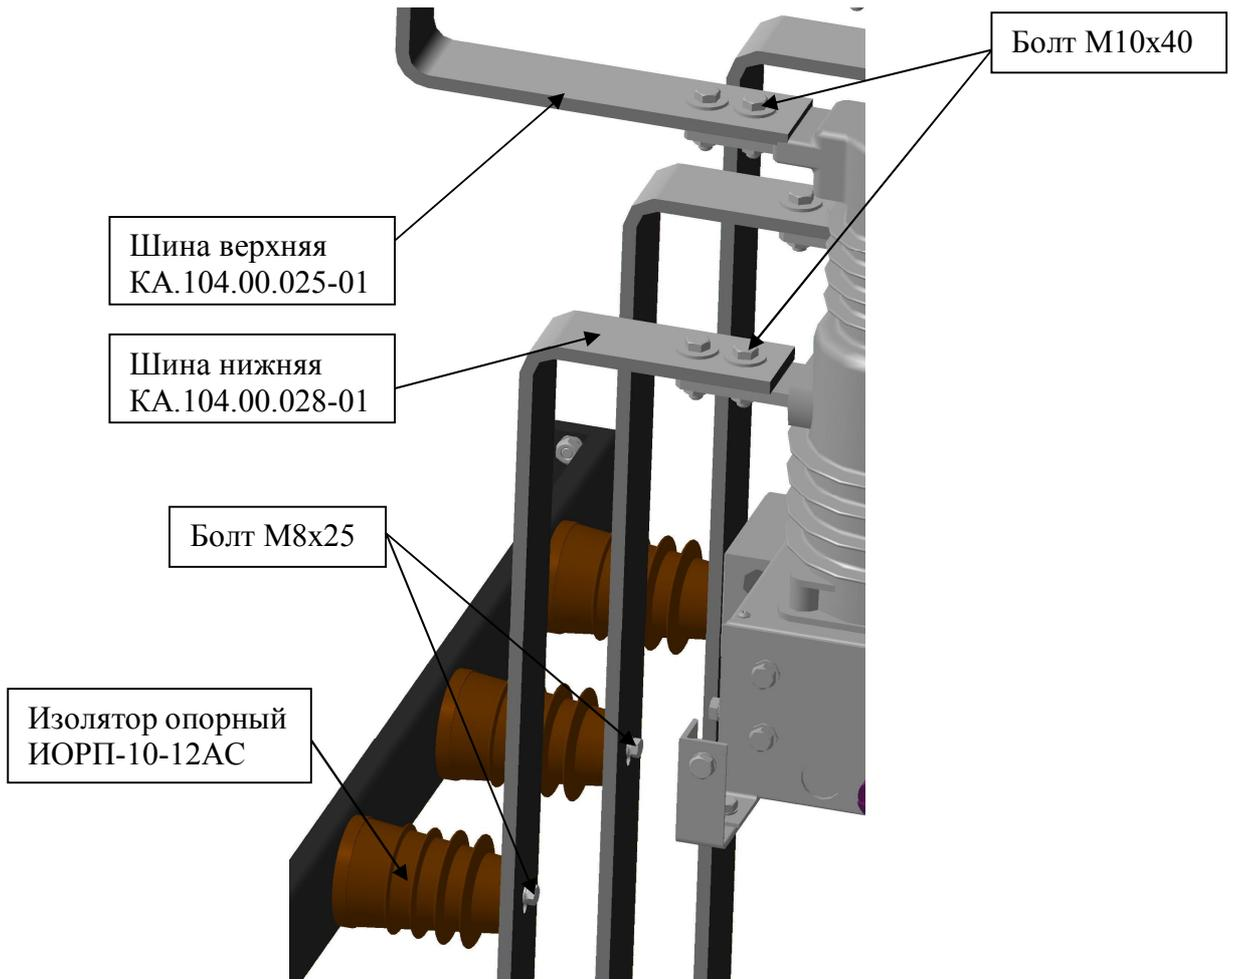

Рис.6
- закрепить верхние шины КА.104.00.025-01 на шинах ВВ при помощи болтов М10х40. (см.рис.6).
- нижние шины КА.104.00.028-01 закрепить на изоляторах ИОРП-10-12АС при помощи болтов М8х25. (см.рис.6).